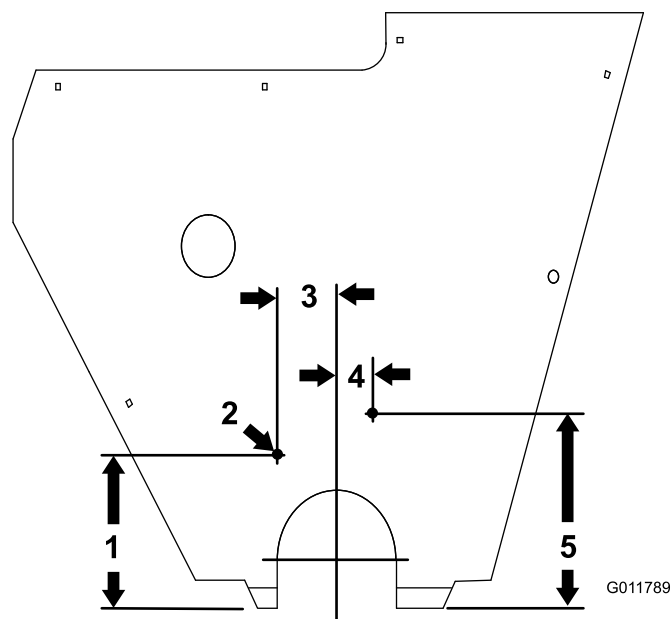

Figura 12
16. Servendovi delle quote in Figura 12, individuate la posizione corrispondente nel coperchio, contrassegnatela e praticate nella medesima (2) fori con diametro di 0,5 cm.